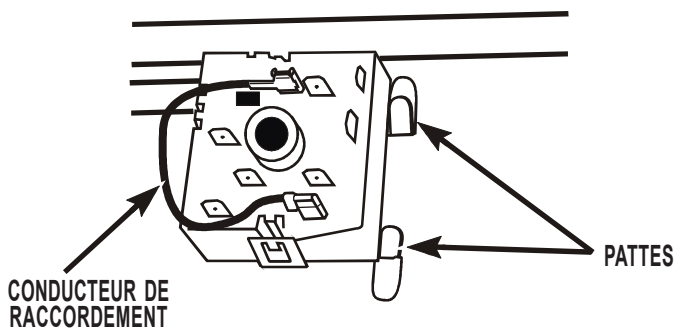

FIGURE 1
Si le rhéostat de réglage est monté sur la console à l'aide d'un écrou de blocage, la console peut comporter deux pattes qui entraveraient le montage du nouveau rhéostat. Déformer les pattes pour les écarter du rhéostat, pour pouvoir placer le corps du rhéostat en affleurement avec la console. Placer les pattes au contact du corps du rhéostat pour l'empêcher de tourner. Fixer le rhéostat sur la console avec l'écrou de blocage. Voir la figure 1.
- Utiliser le conducteur de raccordement inclus pour raccorder les bornes P1 et S1 du nouveau rhéostat. Brancher la cosse isolée sur la broche S1, et connecter l'autre extrémité du conducteur de raccordement sur la broche P1 vers le centre du rhéostat. Voir la figure 1.